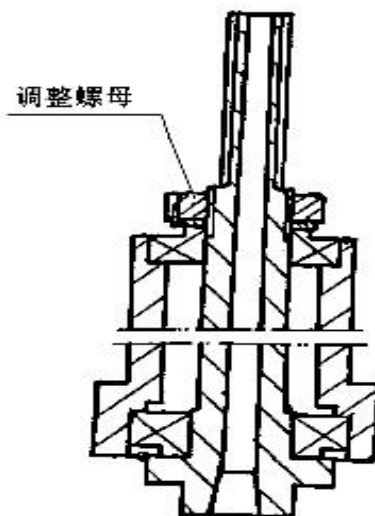

图5.3
- (3) 钻铣主轴轴承的间隙也因磨损而增大，需拆开轴承座，然后调整圆螺母而消除间隙（见图 5.3）。
- (4) 溜板、工作台上的斜铁使用一段时间后发生松动，这时需重新调整冷板及工作台上顶斜铁的螺钉。